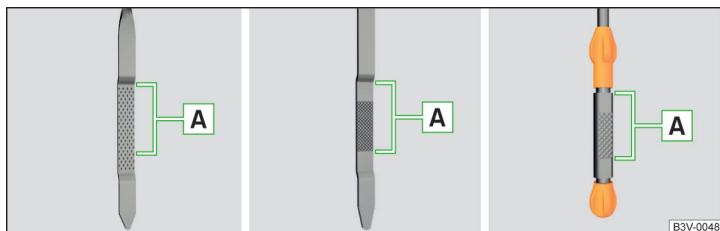

Fig. 293 Modelos de varillas del nivel de aceite
El nivel de aceite tiene que situarse en la zona **A** » fig. 293. Si el nivel de aceite se encuentra por debajo de la zona **A** se debe rellenar aceite.
- El nivel de aceite no debe estar nunca fuera de la zona **A** » fig. 293. ¡Existe riesgo de daños del motor, así como en el sistema de gases de escape!